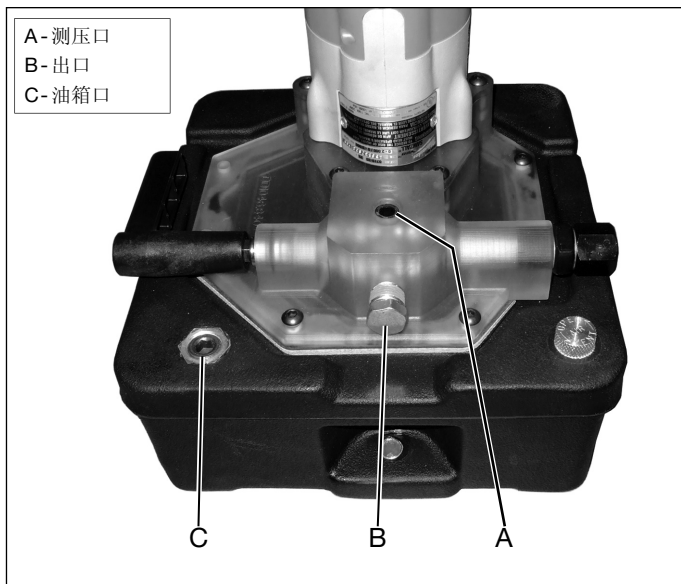

图 3: 接口和连接
该泵仅供与单动式液压气缸和设备一起使用。按照以下步骤所述进行连接。请参阅图 3，了解接口位置 (A)、(B) 和 (C)。
1. 拔下接口 (A) 和 (B) 上的运输管塞。请参阅图 3，了解具体位置。